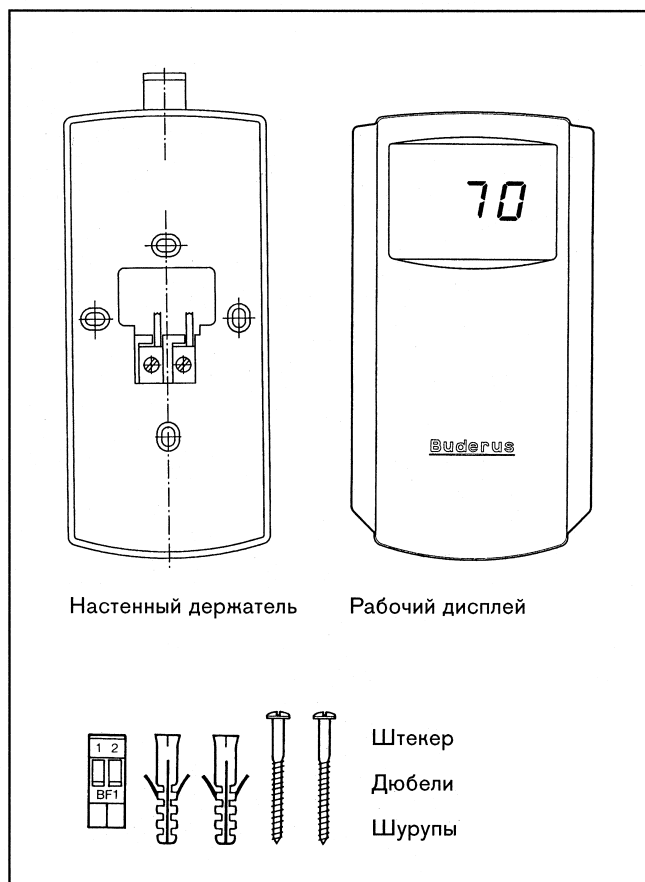

Рис. 1
- Укрепите настенный держатель с помощью дюбелей и шурупов (рис. 1).